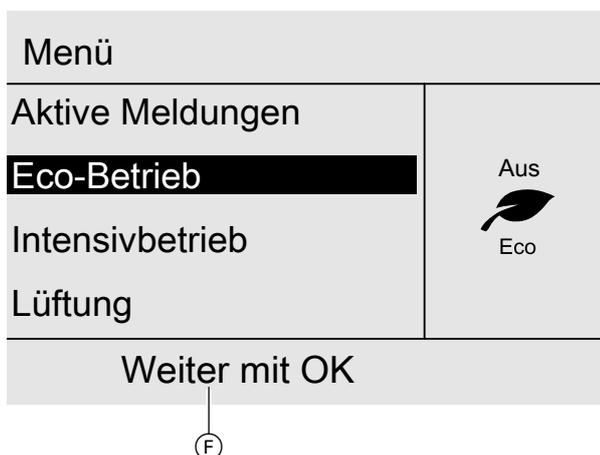

Abb. 3
2. Drücken Sie die Taste : Sie gelangen in das erweiterte Menü: Siehe vorheriges Kapitel. Der gewählte Menüpunkt ist schwarz hinterlegt. In der Dialogzeile  erhalten Sie die erforderlichen Handlungsanweisungen: Siehe Abb. 3.